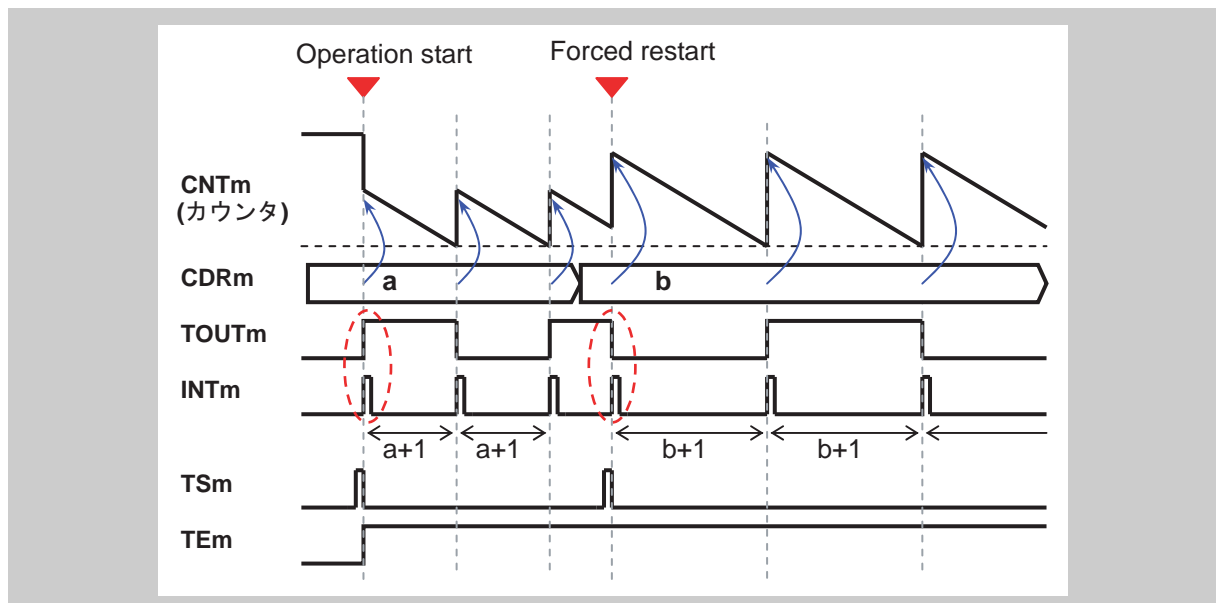
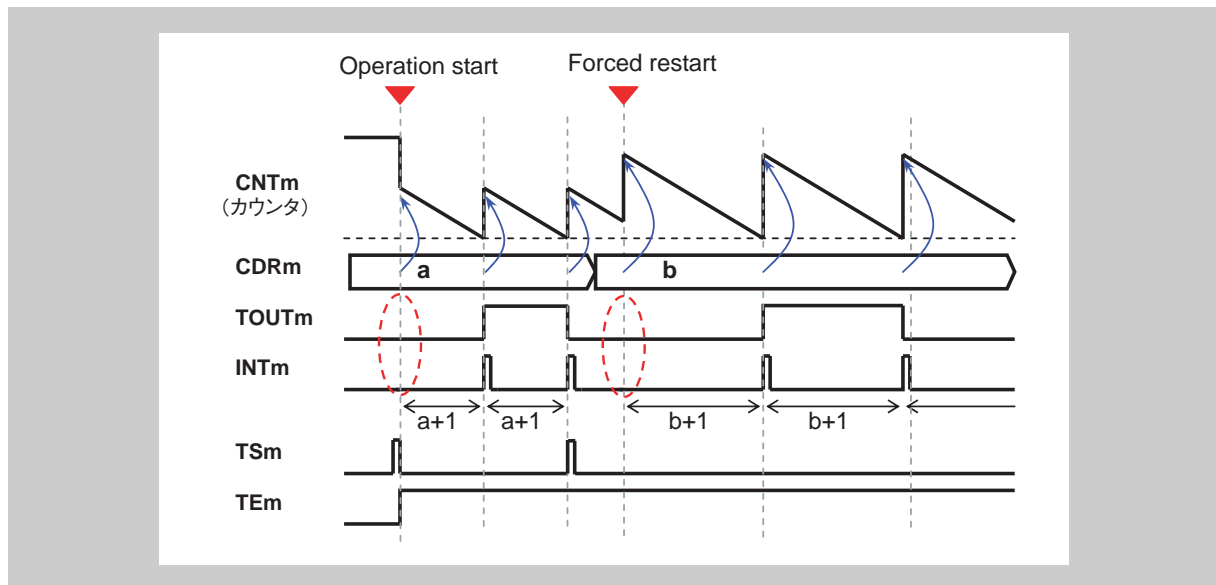

図 17-16 強制リスタート動作 (TAUCnCMORm.TAUCnMD0 = 1)
図 17-17 強制リスタート動作 (TAUCnCMORm.TAUCnMD0 = 0)
**備考** 動作例として、図 17-16 「強制リスタート動作 (TAUCnCMORm.TAUCnMD0 = 1)」, 図 17-17 「強制リスタート動作 (TAUCnCMORm.TAUCnMD0 = 0)」を参照してください。また、表 17-29 「TAUCnCMORm レジスタの内容」の TAUCnMD0 ビットの役割の説明も参照してください。